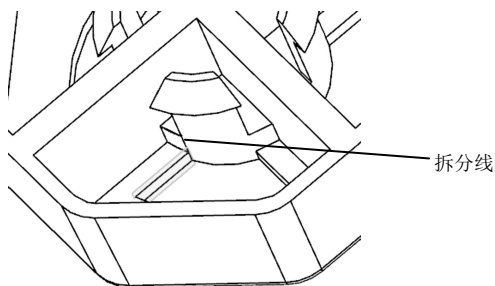

图 3-7 扣位侧面被拆分
(13) 单击“应用”按钮，扣位的侧面出现一条拆分线，把侧面沿拆分线拆分，如图 3-7 所示。